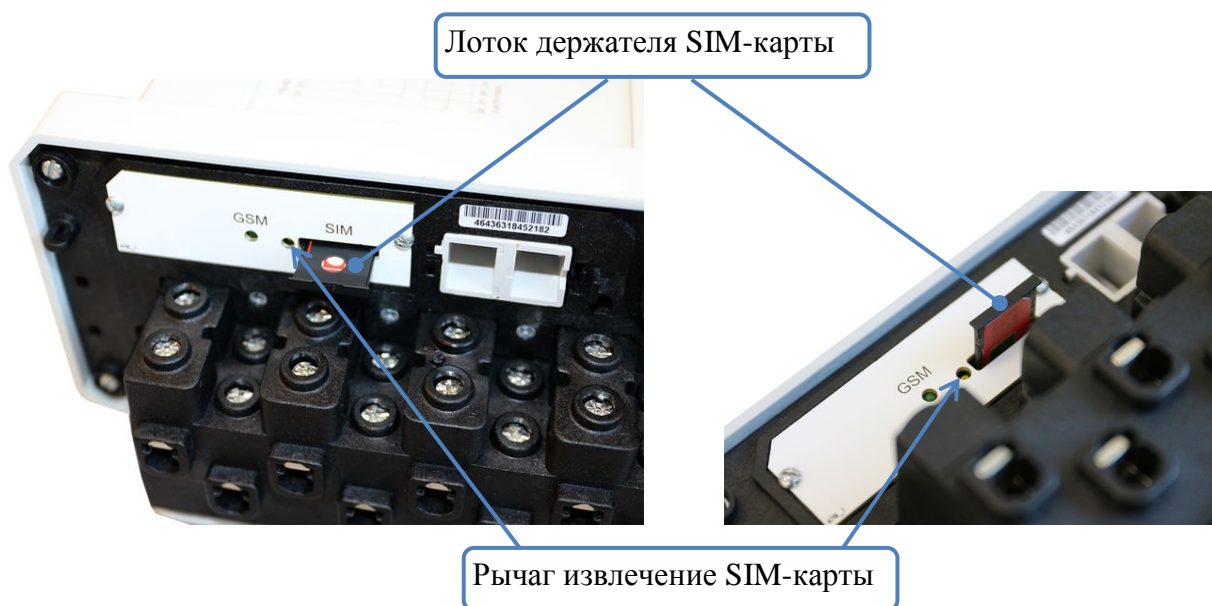

Рисунок 14.5 – Замена SIM-карты в счетчике для наружной установки
- нажать с небольшим усилием на рычаг извлечения SIM-карты, при этом лоток держателя SIM-карты должен выдвинуться (рисунок 14.5);